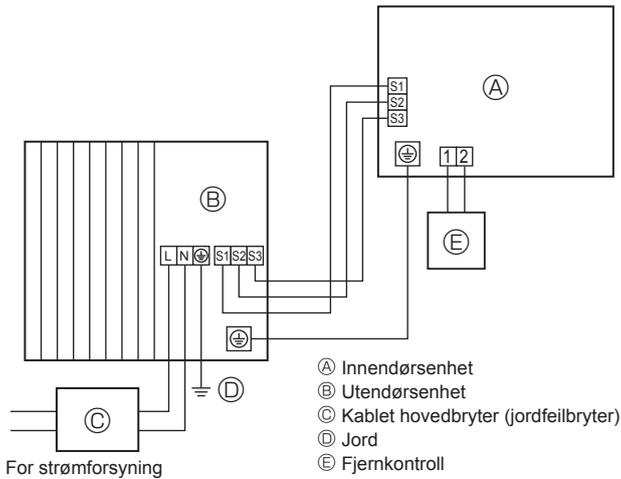
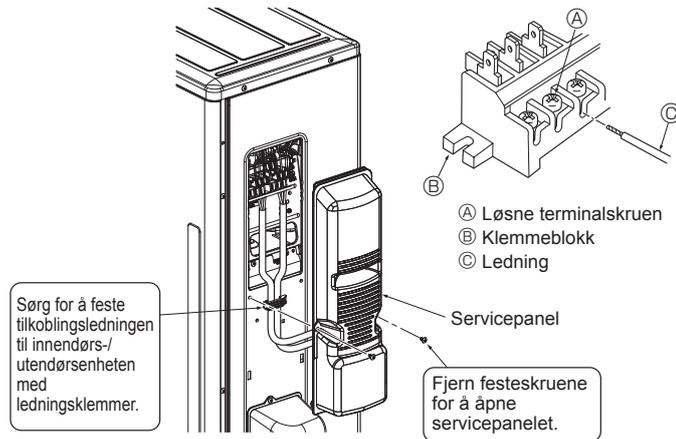
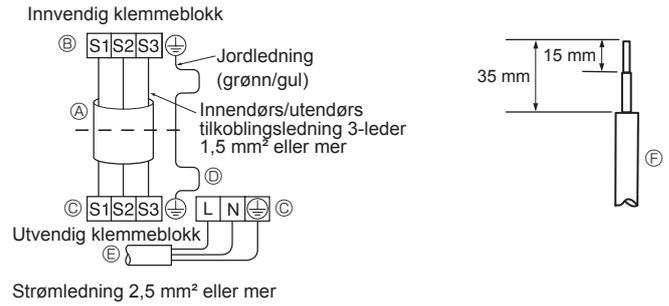

Fig. 6-1
Fig. 6-3
Fig. 6-2
### 6.1. Utendørsenhet (Fig. 6-1, Fig. 6-2, Fig. 6-3)
- ① Fjern servicepanelet.
- ② Koble til kablene med henvisning til Fig. 6-1, Fig. 6-2 og Fig. 6-3.
- Utfør kabling som vist i figuren nede til venstre. (Anskaff kablet lokalt) (Fig. 6-2) Sørg for kun å bruke kabler med korrekt polaritet.